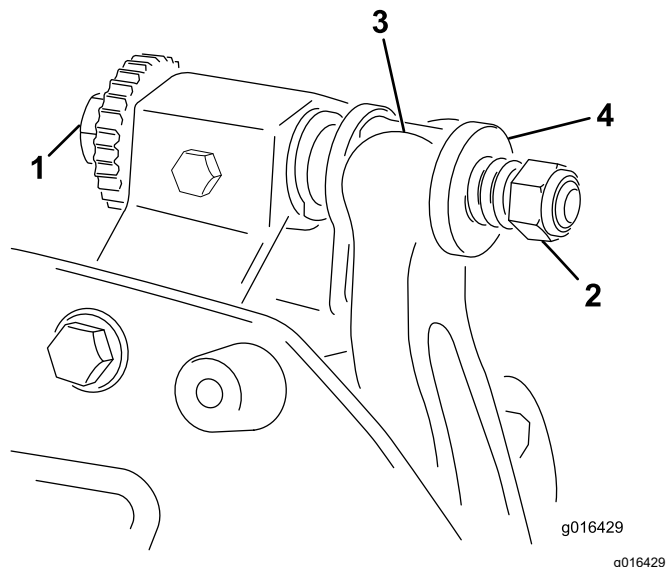

Figura 17
1. Ruotate la vite di regolazione della barra di appoggio in senso antiorario per allontanare la controlama dal cilindro (Figura 17).
2. Allentate il dado di tensione della molla finché la rondella non sarà più in tensione contro la barra di appoggio (Figura 17).
1. Montate il gruppo della barra di appoggio/controlama, posizionando gli attacchi di montaggio tra le rondelle e la vite di regolazione della barra di appoggio (Figura 17).